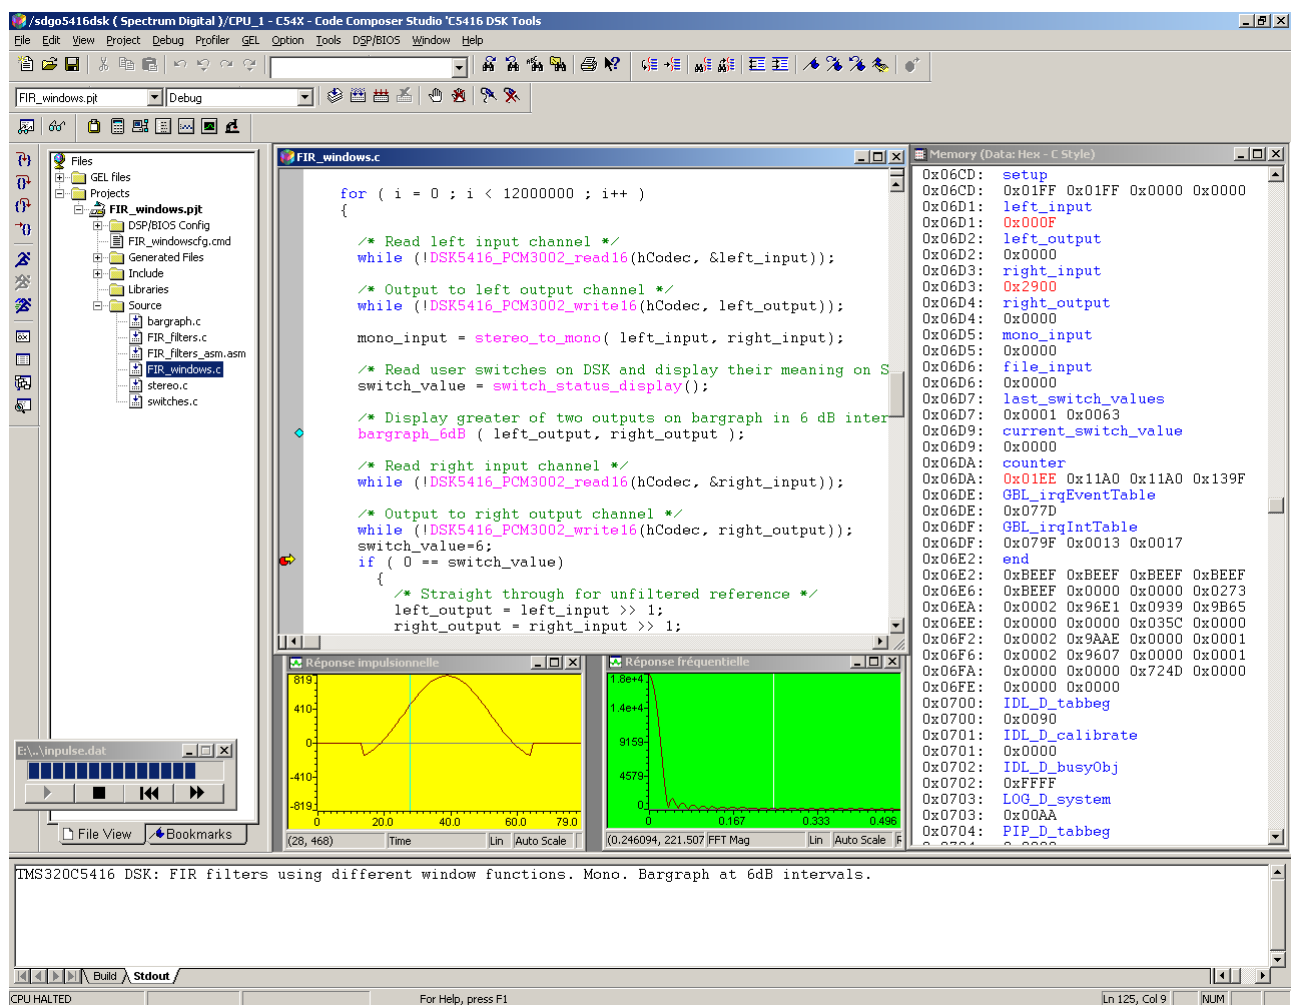

Figure 6 : Réponse impulsionnelle et fréquentielle d'un FIR synthétisé par une méthode de fenêtre.
- *Run, Run, Run Run* et on obtient quelque chose comme la Figure 6. On rembobine, et encore un coup pour le plaisir !